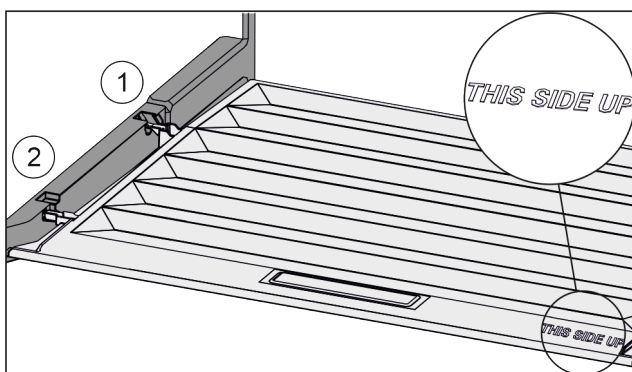

Fig. 138
- ▶ Výstupky víka zaved'te do zadních držáků Fig. 138 (1) a vpředu zaklesněte do držáku Fig. 138 (2).